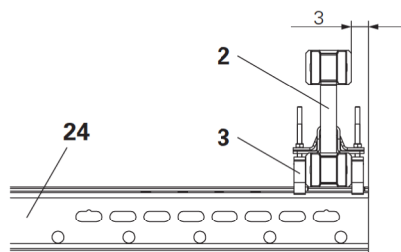

Fig. B5.02
2. Posare le due travi di impalcato esterne (**2a**) sui correnti SRU (**24**). La distanza tra trave di impalcato e bordo è di 3 cm. (Fig. B5.02)